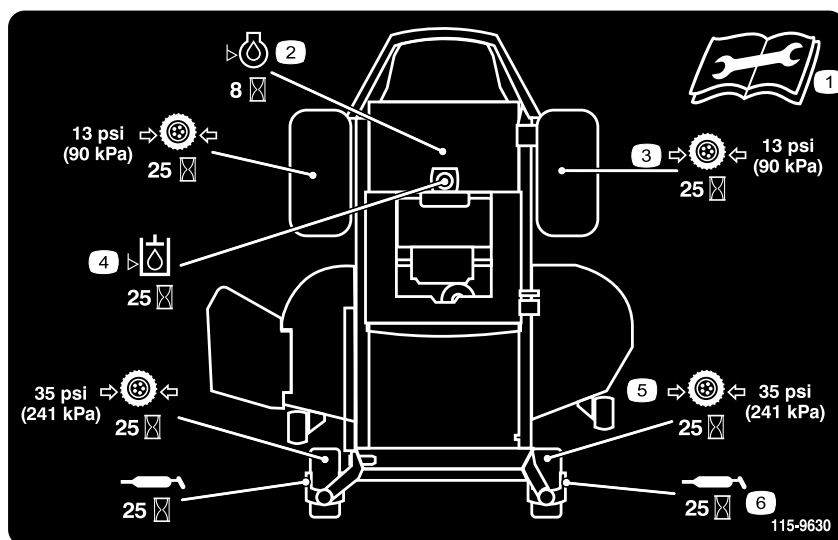

Figura 40
3. Limpe os encaixes de lubrificação (Figura 41 e Figura 40) com um trapo. Certifique-se de que raspa qualquer tinta da frente do(s) encaixe(s).
4. Ligue uma pistola de lubrificação ao encaixe (Figura 40 e Figura 41). Coloque lubrificante nos encaixes até que comece a escorrer massa lubrificante dos rolamentos.